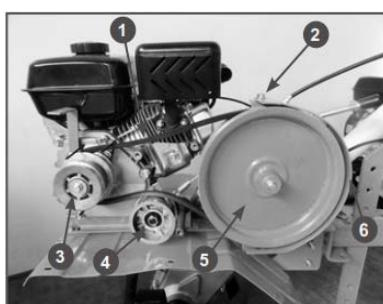

Рис. 30 Замена ремня привода
- 2.Открутите верхний болт 2 крепления ограничительной пластины и отогните пластину 6 в сторону сошника (Рис. 30).
- 3.Снимите ремень 1 со шкивов вала двигателя 3 и коробки передач 5 (Рис. 30).
2. Открутите верхний болт 2 крепления ограничительной пластины ремня и отогните пластину 6 в сторону сошника (Рис. 30).